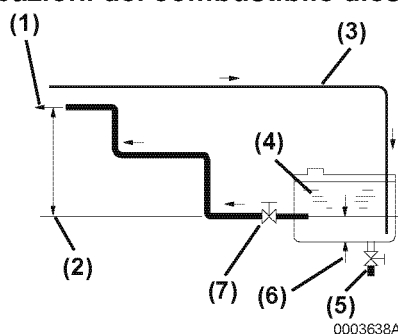

Figura 1
La figura mostra l'installazione tipica di un impianto di alimentazione a bordo. Alimentazione combustibile (**Figura 1, (2)**) e di ritorno (**Figura 1, (4)**) collegate ai raccordi presso il motore.